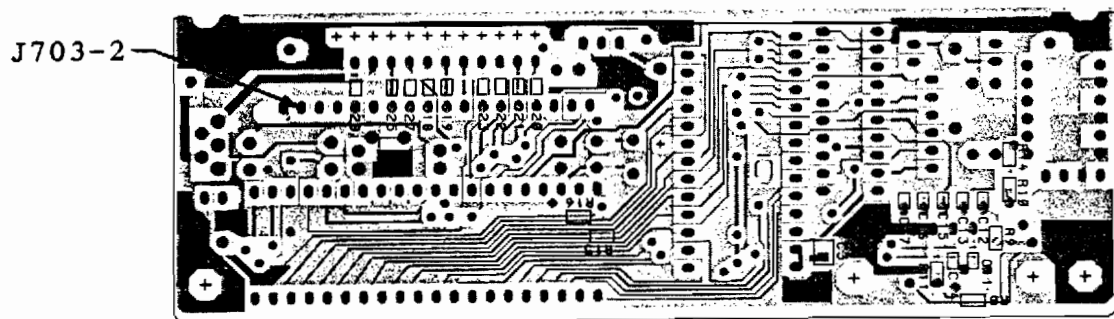

FIGURE 9
2. INSTALL 5V ZENER AND 100Ω RESISTOR TO SOLDER SIDE OF THE LOGIC BOARD (FIGURE 9 & 10).